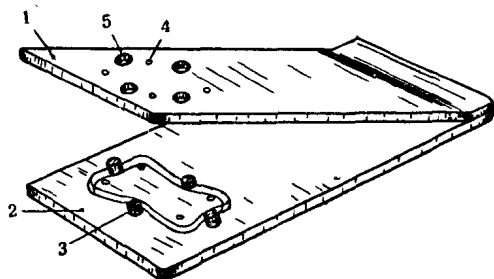

图15 薄板冲眼模
4. 冲眼模 为了保证制件在钻孔后的孔距精确，以及在装配时要利用这个零件的孔眼去引导钻头钻另外的组合零件的孔时，即可采用薄板冲眼模，如图15所示。这种冲模由两块铆合着的薄板1及2所组成。在上薄板1上，正确地压入了几个冲子4，并开有与下薄板上定位销相对应的孔5，在下薄板2上，装有定位销3，使制件在工作时能够正确的定位。